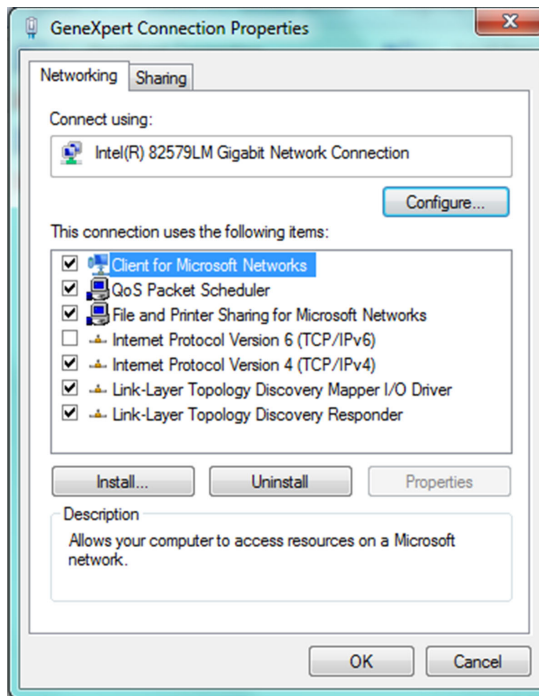

Figura 2-41. Pantalla GeneXpert Connection Properties (Propiedades de conexión de GeneXpert)
7. Seleccione **Properties (Propiedades)** en el menú desplegable. Aparece la pantalla ilustrada en la figura 2-41.